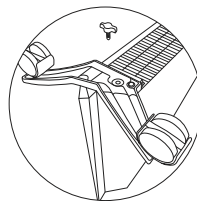

Рис. 6
- приложить планку опорной шасси к месту крепления на конвекторе так, чтобы выпуклая часть планки прилегла плотно к корпусу конвектора и находилась ближе к его задней стенке, винтовое отверстие должно совпадать (рис. 6);